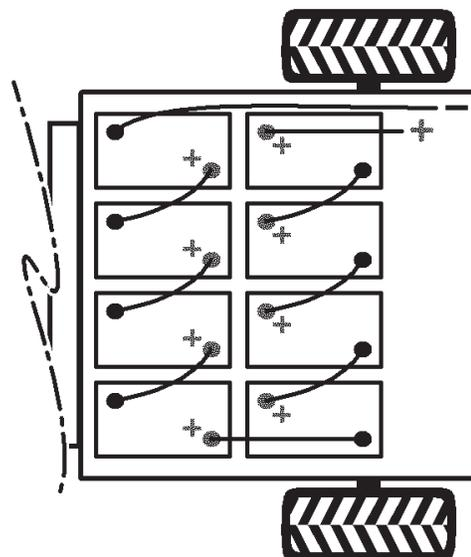

Figura 32
9. Collegate tutte le batterie utilizzando i cavi tolti in precedenza, come illustra la Figura 32.